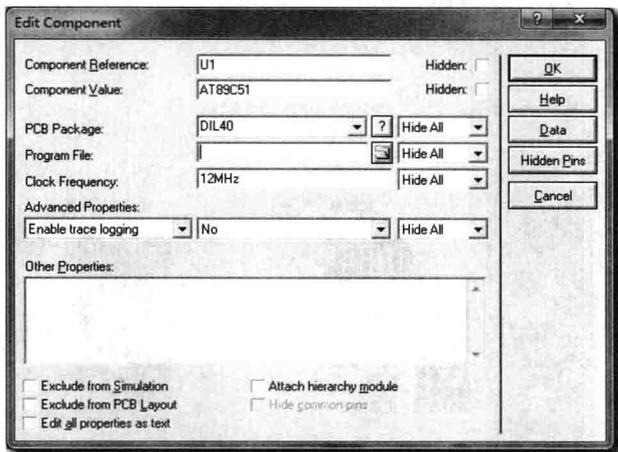

图 1.26 编辑元器件属性对话框
(9) 调试运行。双击 AT89C51 芯片, 弹出编辑元器件属性对话框, 如图 1.26 所示。
单击 Program File 所在行的  按钮, 打开查找对话框, 找到之前 Keil 生成的 HEX 文件(本例中为 ceshi.hex), 将其选中后单击“确定”按钮, 此时再单击图 1.26 中的 OK 按钮, 即相当于将程序烧录到单片机中了。